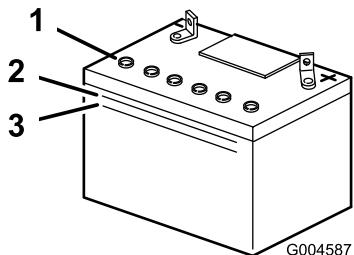

Figura 29
2. Guardate il lato della batteria. L'elettrolito deve raggiungere la linea superiore (Figura 29).
Nota: Non lasciate scendere l'elettrolito sotto la linea inferiore (Figura 29).
3. Togliete i tappi di sfiato dalla batteria (Figura 29).
4. Aggiungete lentamente acqua distillata in ogni elemento della batteria finché l'elettrolito non raggiunge la linea superiore (Figura 29) sulla cassetta della batteria.
5. Attendete cinque o dieci minuti dopo avere riempito gli elementi della batteria. All'occorrenza, aggiungete dell'acqua distillata finché l'elettrolito non raggiunge la linea superiore (Figura 29) sulla cassetta della batteria.